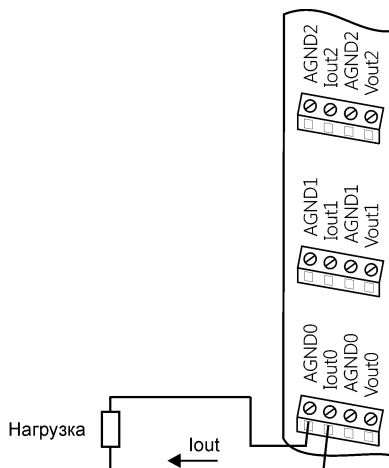

Рис. 4.2. Подключение нагрузки к токовому выходу модуля
- установить конфигурацию модуля с кодом выходного диапазона, объект 2411h. Соответствие между значениями и кодами диапазонов выходов представлено в табл. 4. Для вывода сигналов 0-20 мА или 4-20 мА подключите нагрузку в соответствии с рис. 4.2;